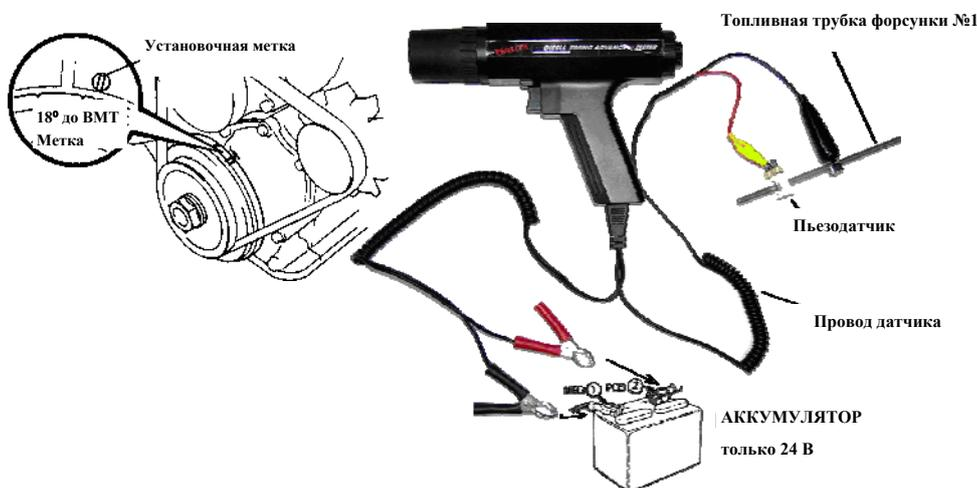

Рисунок 2
1. Поставьте метку для регулирования угла опережения впрыска (смотрите Рисунок 2) и с помощью чистой ветоши очистите грязь и жир с метки и указателя. Можно также использовать мел или белую краску для лучшей видимости.
7. Закрепите пьезодатчик на прямом участке топливной трубки форсунки №1 (смотрите Рисунок 2) как можно ближе к насосу (со стороны насоса меньше импульсных помех), и дальше от двигателя для того, чтобы не получить неверный сигнал. Пьезодатчик и топливная трубка должны быть чистыми и сухими. Убедитесь в том, что топливная трубка прямая и находится в контакте с пьезодатчиком, но **не перетяните**. Чрезмерная затяжка может привести к повреждению чувствительного элемента.
9. Топливная трубка форсунки. (Смотрите Рисунок 2)
11. Подключите зажимы вывода питания: КРАСНЫЙ вывод к положительному (POS), а ЧЕРНЫЙ – к отрицательному полюсу (NEG) аккумулятора автомобиля. После этого подсоедините главный кабель к стробоскопу (смотрите Рисунок 2).
12. Запустите двигатель на нормальных оборотах холостого хода. Направьте свет стробоскопа на метку, как показано на Рисунок 2.